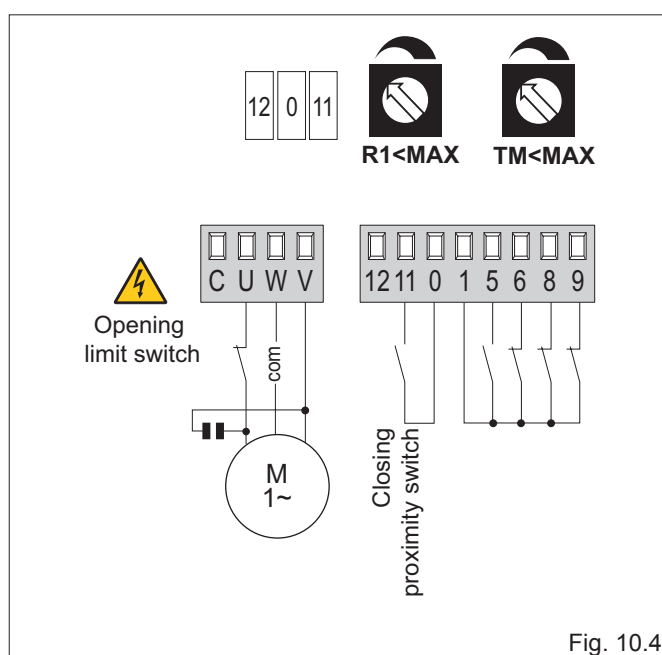

Fig. 10.4
- (Fig. 10.4) La hoja se detiene en los finales de carrera de apertura e en los topes mecánicos de cierre e invierte el movimiento en los obstáculos.